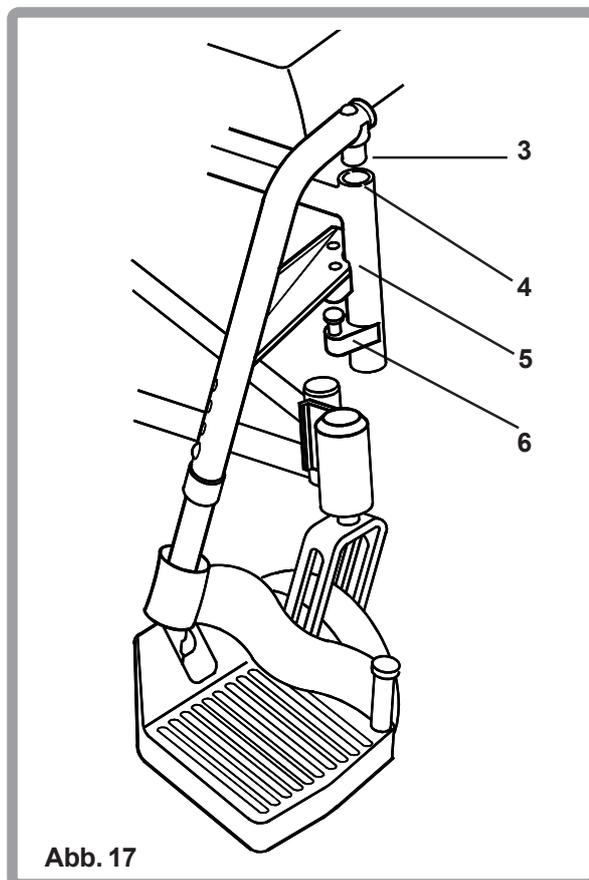

Abb. 17
Zur Montage der abschwenkbaren Fusstütze (Abb. 17) führen Sie das abschwenkbare Drehlager (3) in die Halterung (4) des Vorderrahmens (5) ein. Die Fusstütze muss dabei nach aussen, vom Rahmen weg, gerichtet sein. Drehen Sie nun die Fusstütze nach innen, bis sie am Arretierbolzen (6) ganz einrastet.